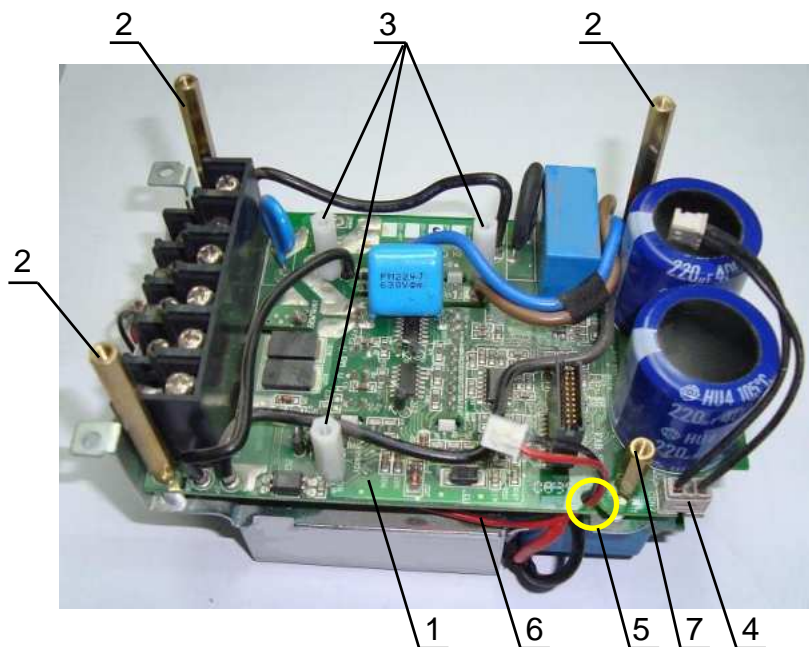

Рис. 7.11
7.3.6. Установить в отверстия платы 1 пластмассовые стойки 3, приложив рукой усилие вниз до щелчка (рис. 7.11).
7.3.9. Закрепить плату 1, вкрутив в отверстия платы стойки 2 (рис. 7.11).
7.3.13. Соединить розетку 4 с разъёмом на плате 1 (рис. 7.11).
7.3.14. Проложить кабель 6 под платой. Вывести кабель 6 со стороны клеммника. Закрепить кабель в паз 5 платы 1 (рис. 7.11).